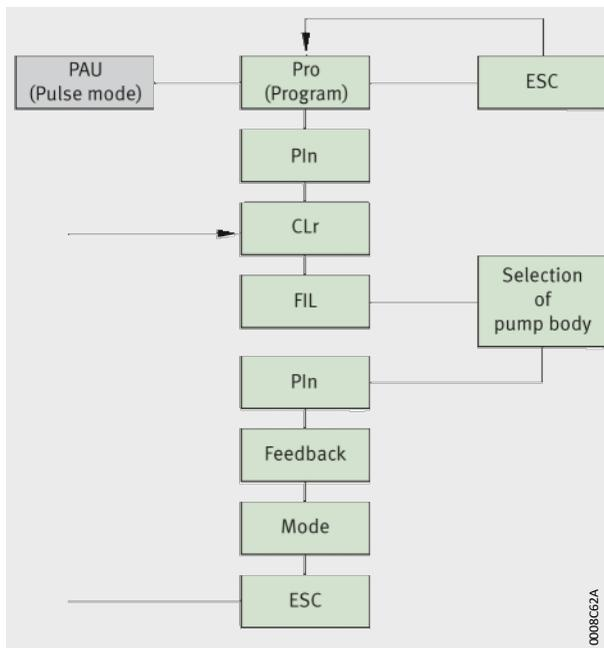

Figura 17
- controllo degli impulsi mediante collegamento a un controllore esterno, *Figura 17*, pagina 28.